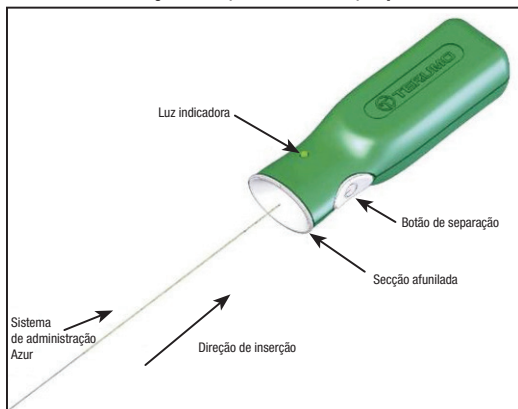

Figura 4 – Controlador de separação Azur
12. Abra a bolsa do rolião vascular Azur e retire o ar do dispensador da bolsa. Antes de utilizar o dispositivo, retire a cunha do ar do dispensador. Mantendo o implante de rolião vascular Azur e o introdutor no sítio, puxe o sistema de administração para fora do ar dispensador de forma a expor a extremidade proximal do sistema de administração. Tenha cuidado para evitar contaminar esta extremidade do sistema de administração com substâncias estranhas, tais como sangue ou contraste. Insira firmemente a extremidade proximal do sistema de administração na secção afunilada do controlador de separação Azur. Consulte a Figura 4. **Não prima o botão de separação nesta altura.**
31. Ligue a extremidade proximal do sistema de administração ao controlador de separação Azul inserindo firmemente a extremidade proximal do sistema de administração na secção afunilada do controlador de separação Azul. Consulte a Figura 4.